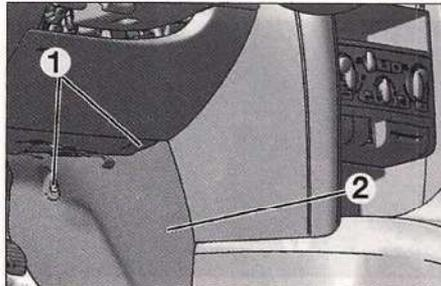

FIG. 10
- Desmontar las grapas (1), y extraer la tapa (2) (Fig.10).